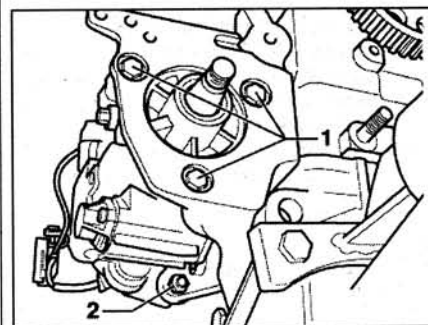

Рис. 3.11. Открутите болты 1 и гайку 2 на консоли и снимите ТНВД.
10. Открутите болты 1 и гайку 2 на консоли и снимите ТНВД (рис. 3.11).
12. Установите ТНВД на консоль и закрутите болты 1 и гайку 2 моментом 25 Нм (рис. 3.11).